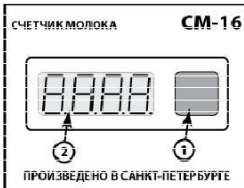
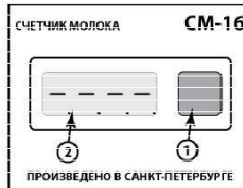
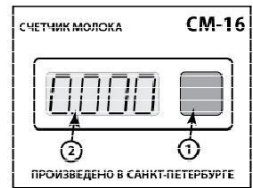

Рис. 7
Рис. 8
Рис. 9
- определить заводское тарировочное число (у каждого прибора оно имеет свое значение), для чего необходимо выключить питание, нажать и удерживать кнопку 1 (Рис. 7) на блоке индикации более 5 секунд, затем снова включить питание, на дисплее последовательно загорятся: «8.8.8.8.» (Рис. 7), затем «-.-.-.» (Рис. 8), после чего появится тарировочное число, затем «0.000» (Рис.9); значение тарировочного числа необходимо запомнить или записать (обозначим его F);